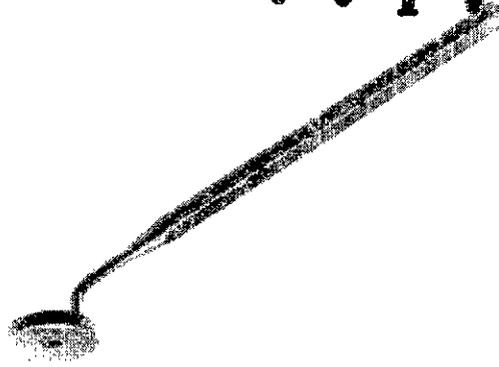

Figura 6-19.
5. Dos medidores de cavidad (CI-4330): los medidores de cavidad se utilizan para verificar que la retirada del hueso para la carcasa de titanio del dispositivo se realiza de manera adecuada (Figura 6-19).